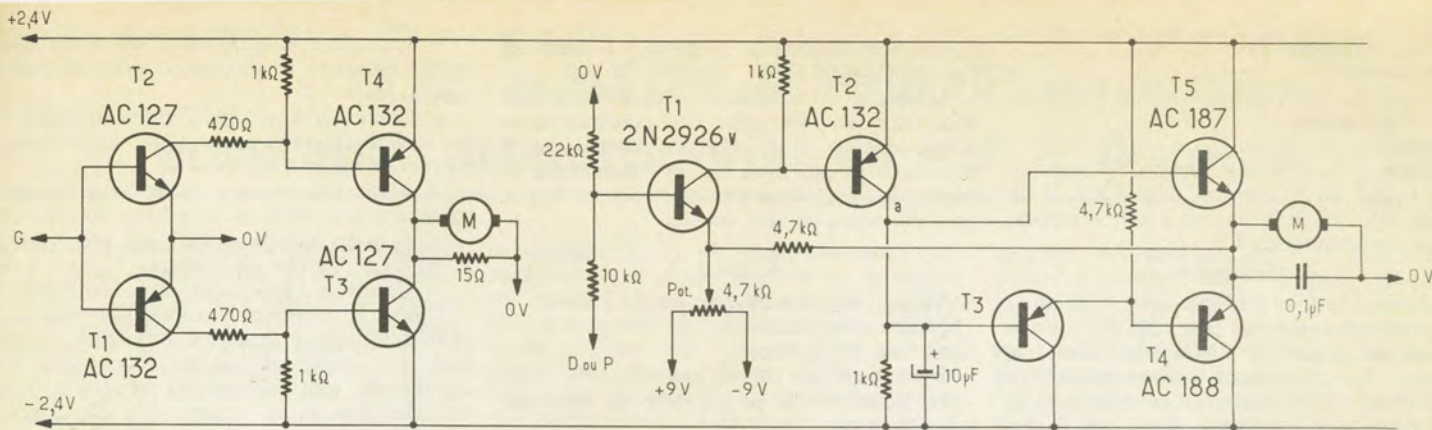

FIG. 20. — A gauche schéma de l'ampli gaz, à droite schéma de l'ampli proportionnel.
a) **Amplis proportionnels :** (D et P) Ils ont tous les deux le même schéma (partie droite de la Fig. 20).